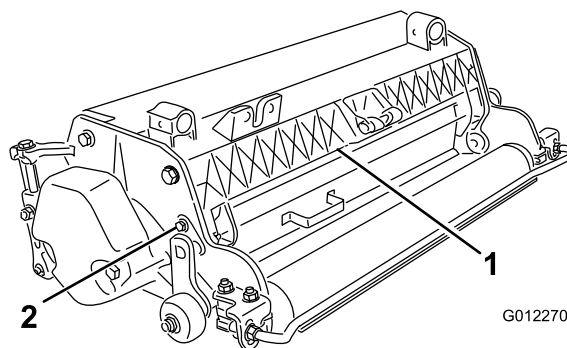

Figure 5
- Desserrez les boulons sur le pivot du déflecteur d'herbe (Figure 5).
- Tournez le déflecteur d'herbe à la position de réglage voulue et serrez les boulons (Figure 5).